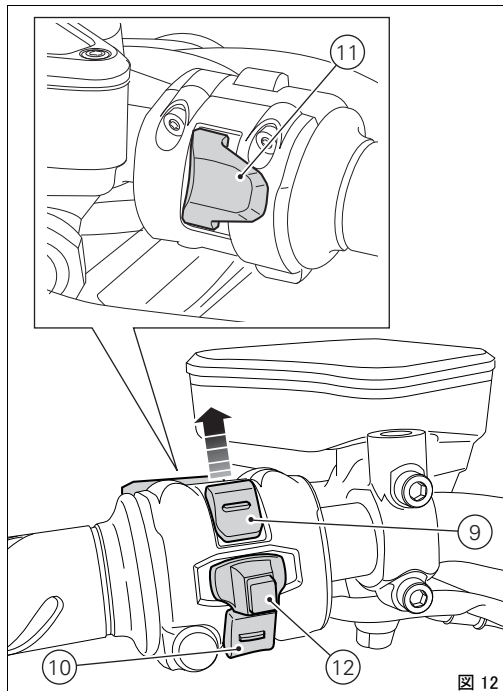

図 12
9) コントロールボタン (図 12)
10) コントロールボタン (図 12)
11) フラッシャーランプボタン FLASH (図 12)
12) 停止ボタン (RESET) (図 12)。